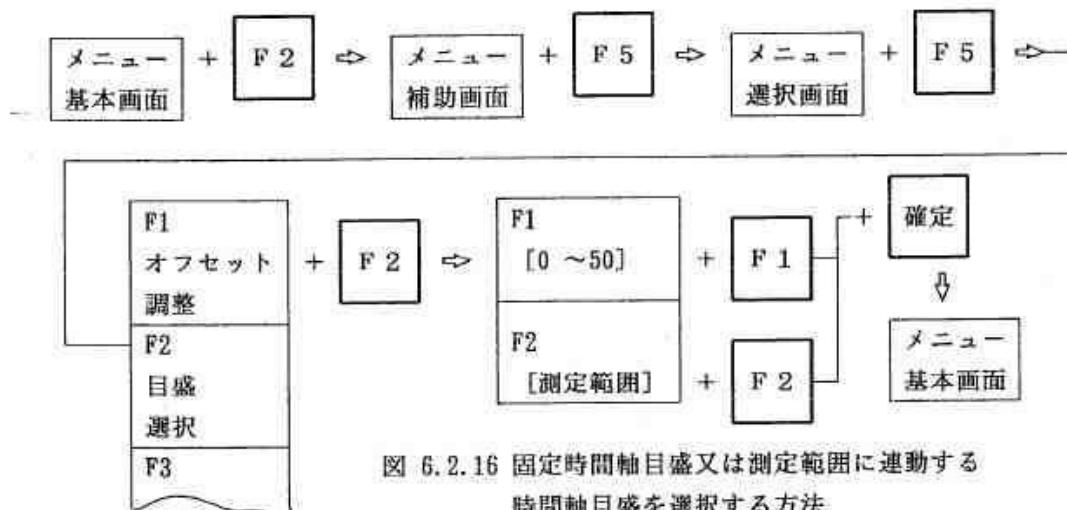

図 6.2.16 固定時間軸目盛又は測定範囲に連動する時間軸目盛を選択する方法
[時間軸目盛の選択の手順] (図 6.2.16 参照)
- ① 選択キー [F 2] を1回押すとメニュー補助画面が表示されます。
- ② 選択キー [F 5] を1回押すとメニューエリアに選択メニューが表示されます。
- ③ 更に、選択キー [F 5] を1回押すとメニューエリアには図 6.2.16 に示す選択メニューが表示されます。
- ④ 選択キー [F 2] を1回押すとメニューエリアには目盛選択メニューが表示されます。
- ⑤ 選択キー [F 1] を1回押すと、固定時間軸目盛が、選択キー [F 2] を1回押すと測定範囲連動の時間軸目盛が選択されます。
- ⑥ 選択後に確定キーを1回押すと、選択した目盛が設定されて図 6.2.16 に示したように、メニューエリアはメニュー基本画面に戻ります。